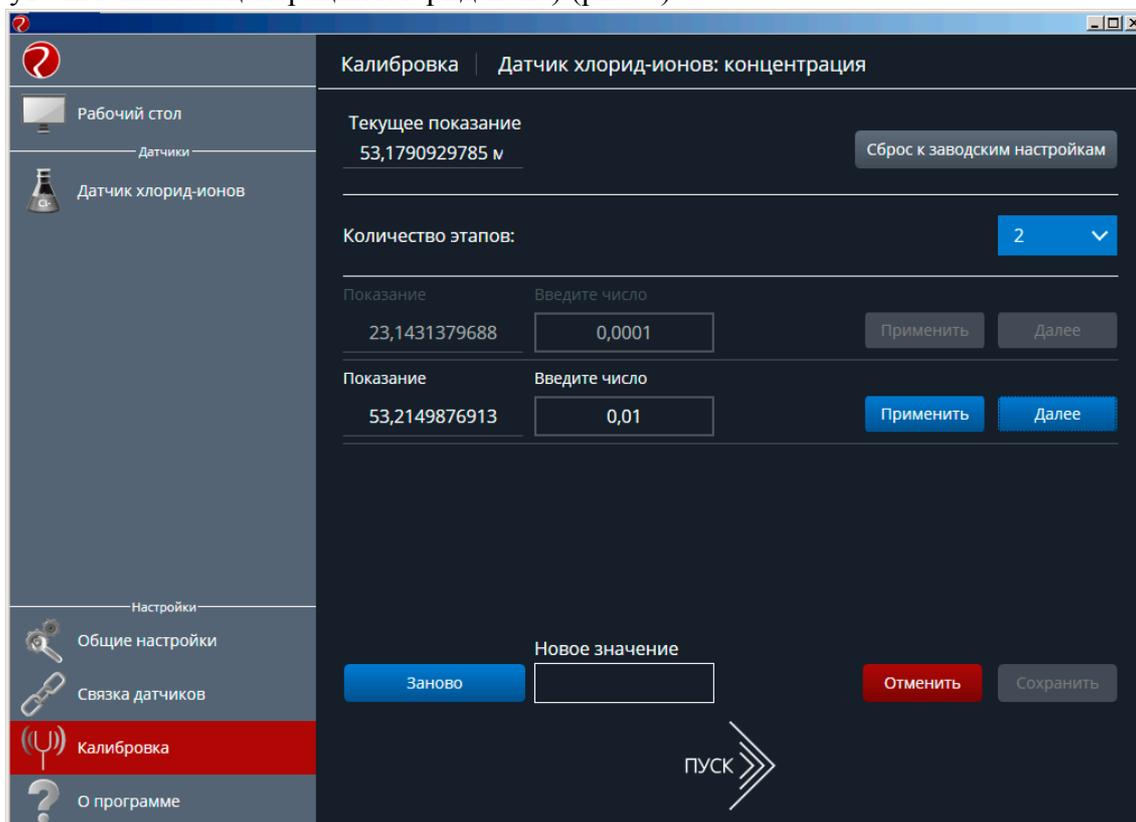

Рисунок 6 – Последующие этапы калибровки
11) Выполнить действия пп.3.9 – 3.10 для остальных калибровочных растворов (в порядке увеличения концентрации хлорид-иона) (рис. 6).